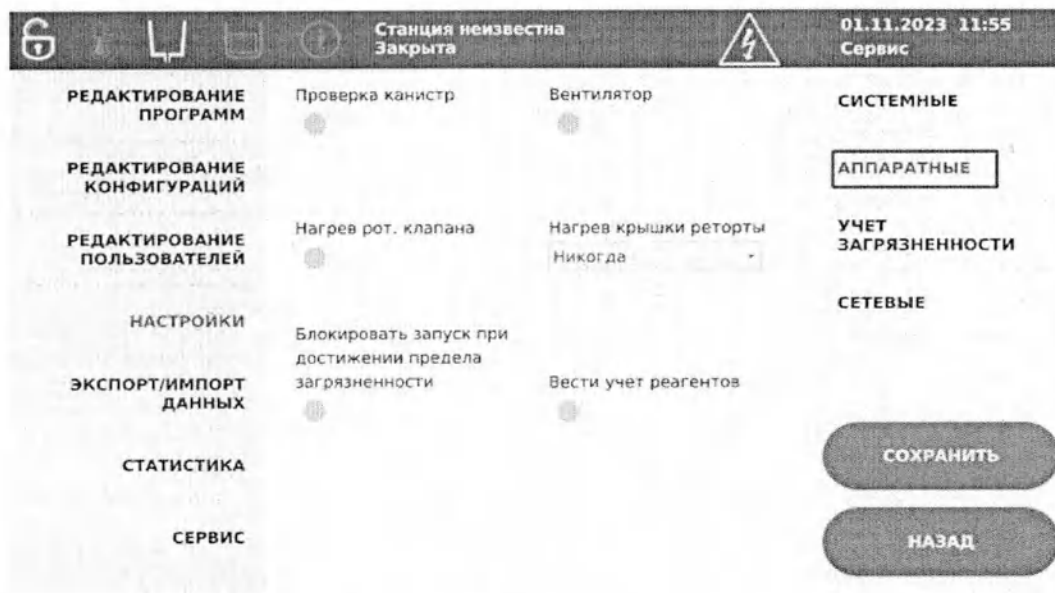

Рисунок 6.27 – Аппаратные настройки
6.22.1 АППАРАТНЫЕ настройки (Рисунок 6.27) содержат следующие параметры: